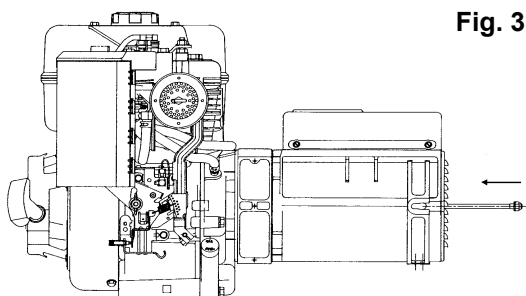

Fig. 3
-) Avvitare il tirante centrale nella sua sede (fig. 3).
-) Insert the central bolt into its housing (fig. 3).
-) Enfiler le tirante central dans son logement (fig. 3).
-) Die selbstsichernde Mutter auf die Zugstange schrauben (abb. 3).
-) Introducir el tirante central en su lugar (fig. 3).